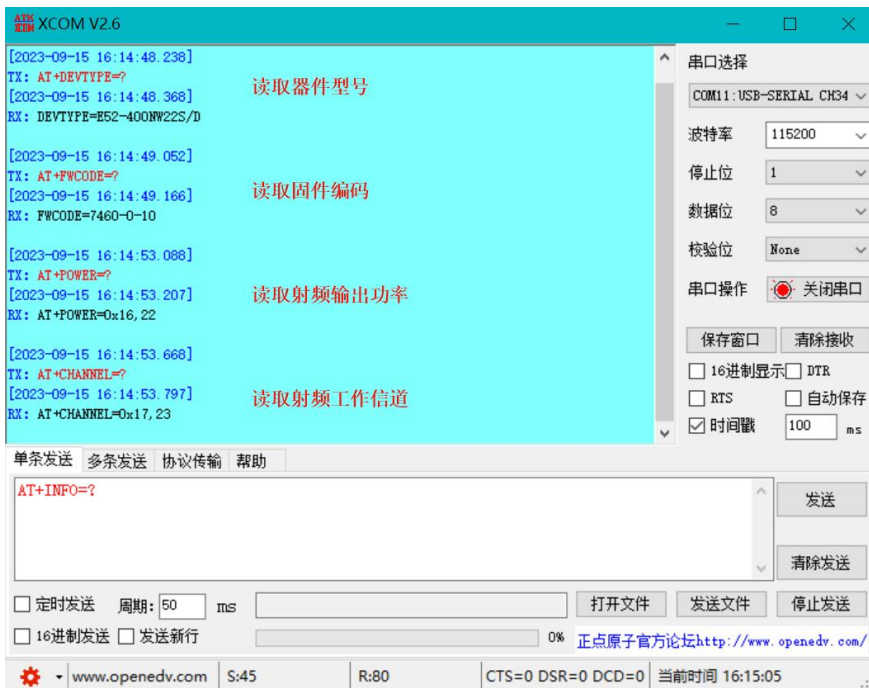

图 8.1.2 MCU 获取参数
- 若使用 MCU 对其进行解析难度较大，MCU 正确的操作应该使用单独的 AT 指令进行获取，如图 8.1.2 所示。